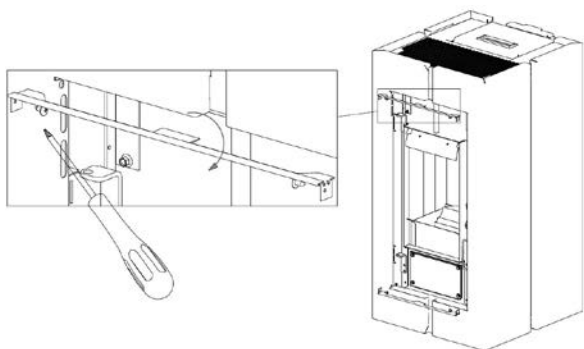

Fig. 59 - Retirer des profils
- Dévisser les 4 vis et retirer les profils noirs situés sur et sous la porte (voir **Fig. 59**).